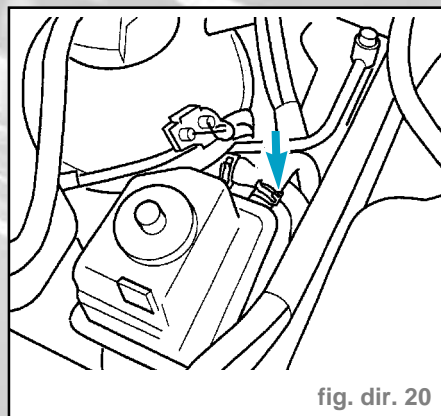

fig. dir. 20
- Démontez la conduite de retour du réservoir d'huile de direction assistée et laissez s'écouler l'huile hydraulique dans un récipient approprié (fig. dir. 20).